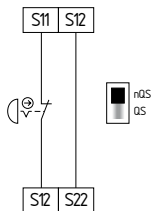

Fig. 8
**Circuito per arresto di emergenza a un canale con dispositivi di comando secondo EN ISO 13850 e EN 60947-5-5 (vedere Fig. 8)**